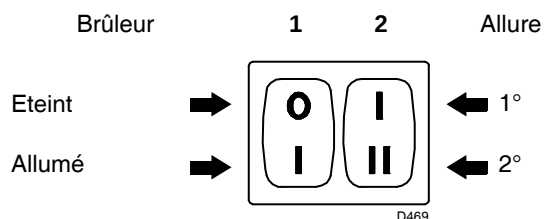
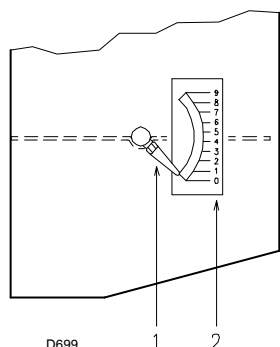
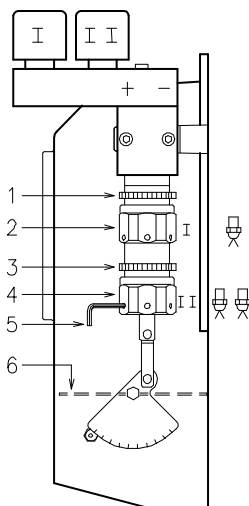

Fig. 22
Fig. 23
Fig. 24
- Faire démarrer le brûleur en fermant les télécommandes et en plaçant l'interrupteur 1) (Fig. 22 page 21) sur la position "ALLUME". La pompe doit tourner dans le sens indiqué par la flèche dessinée sur le couvercle.
- Lorsque le fioul déborde de la vis 3), la pompe est amorcée. Refermer le brûleur : interrupteur 1) (Fig. 22 page 21) sur "ETEINT" et serrer la vis 3).
Mettre l'interrupteur 1) (Fig. 22) sur la position "ALLUME".
Maintenir le brûleur en mode de fonctionnement à 1ère allure en plaçant l'interrupteur 2) (Fig. 22) en position 1ère allure. L'ouverture du volet 6) (Fig. 24) doit être proportionnée au gicleur choisi : le repère 1) (Fig. 23) doit coïncider à l'encoche 2) (Fig. 23) indiqué dans le tableau (Tab. D) Le réglage se fait par rotation de l'hexagone 2) (Fig. 24) :
repère 2,3 (Fig. 23) correspondant au repère 1).
Le réglage fait, bloquer l'hexagone 2) (Fig. 24) avec la bague 1).
N° = Encoche 2) (Fig. 23)
Mettre l'interrupteur 2) (Fig. 22 page 21) en position 2e allure et régler le volet 6) (Fig. 24) en agissant sur l'hexagone 4) (Fig. 24), après avoir relâché la bague 3) (Fig. 24).
pour faciliter le réglage des hexagones 2) et 4) (Fig. 24), utiliser une clé hexagonale de 3 mm 5) (Fig. 24).